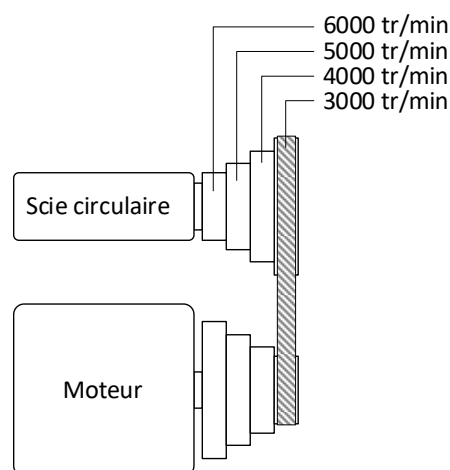

Figure 44 : schéma de vitesse
- Faire passer la courroie trapézoïdale à la vitesse souhaitée conformément à ⇒ Figure 44. **Règle générale :** Placez toujours la courroie en premier, du « grand » au « petit ».
- Faire pivoter le levier (H) vers la gauche